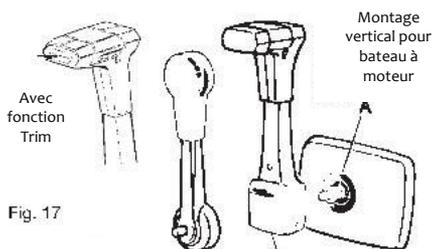

Fig. 17
- Graissez l'axe d'entraînement (A fig. 17) avec modération et remplacez le levier.
- Déplacez le levier en position enclenchée. Repoussez fermement le bouton de verrouillage B fig. 17 et 18) en place.